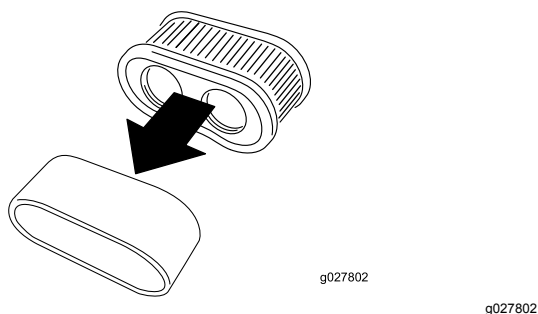

Figure 69
5. Séparez les éléments en mousse et en papier (Figure 69).